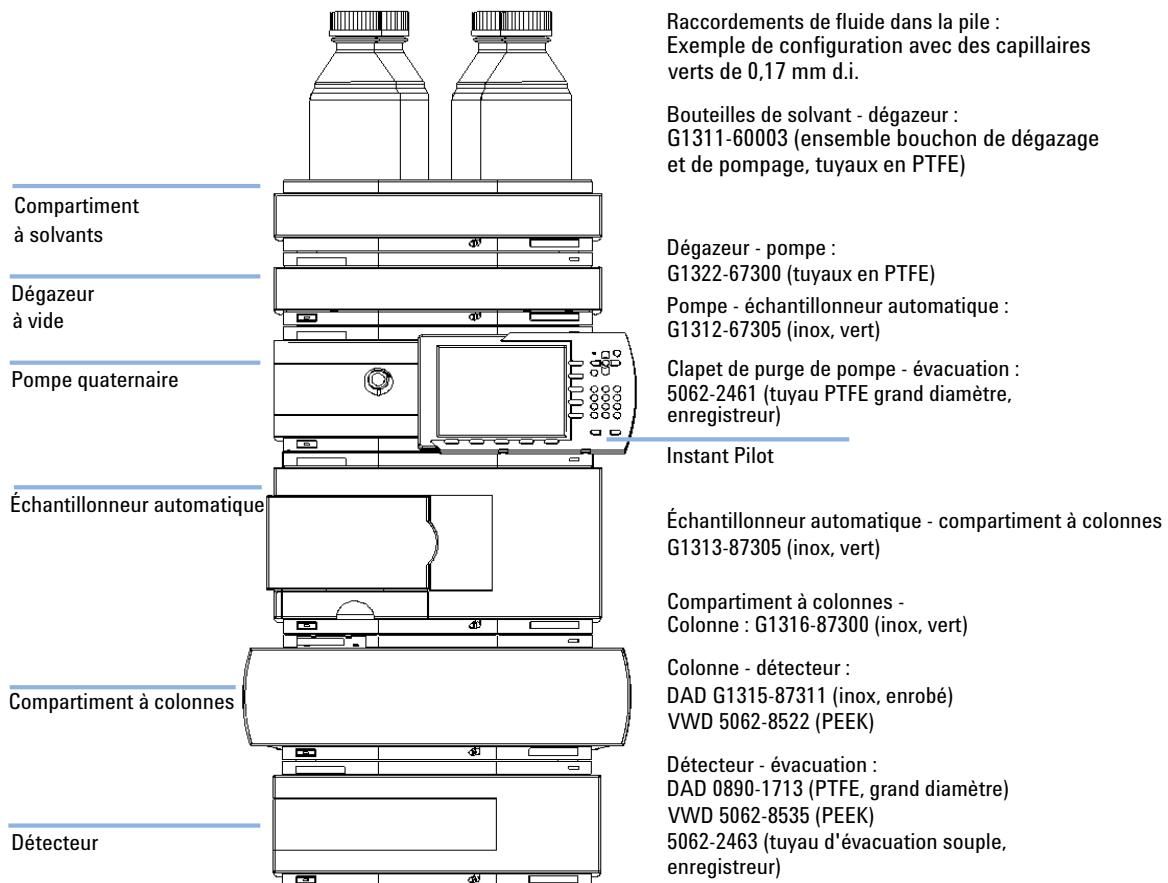

Figure 5 Configuration recommandée pour la pile de modules (vue de face)
- 1 Placez chaque module selon la configuration illustrée sur la figure Figure 5, page 33.
- 1 Placez le dégazeur à vide dans la pile des modules, comme illustré à la Figure 5, page 33.